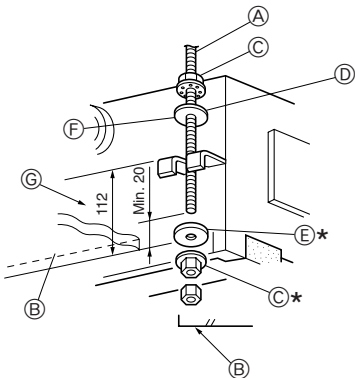

Fig. 2-7
1. Заранее насадите шайбы ① ② (входят в комплект) и соответствующие гайки (приобретаются на месте) на подвесной болт. (Fig. 2-7)
* Выполняйте эту операцию в следующей последовательности (начиная сверху): гайка, шайба с изоляцией ②, шайба без изоляции ①, две гайки.
* Расположите шайбу с изоляцией ② таким образом, чтобы изоляция была обращена вниз, как изображено на рисунке.
2. Поднимите прибор и установите его на место, правильно отцентрировав по отношению к подвесному болту. Пропустите скобу между шайбами ① и ②, которые уже на месте, и закрепите гайки. Повторите данную операцию в четырех точках.